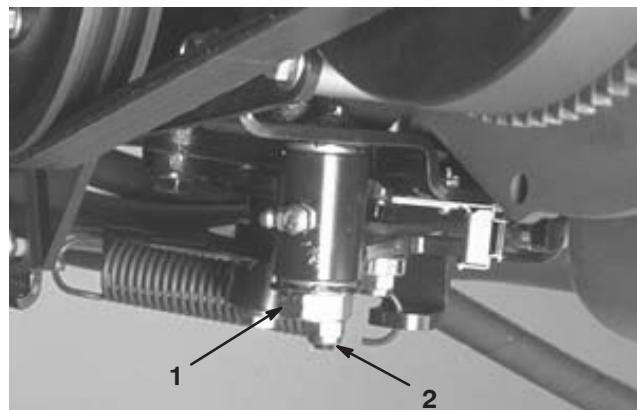

Bild 51
3. Lockern Sie die Sicherungsmutter an der Fahrantriebs-Einstellnocke (Bild 51).